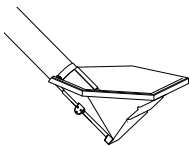

Figure 21.9
- 6 Otočte plnicí násypku do pracovní polohy ("Figure 21.9") a použijte držák pro přesun plnicího dopravního šneku do vhodné polohy pro plnění zásobníku osiva, viz "21.4 Plnění zásobníku osiva" na strani 204.